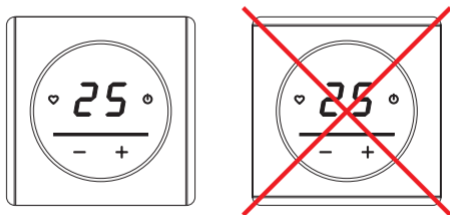

Рис. 7
- ! Дизайнерские электроустановочные рамки Florence имеют вертикальные декоративные риски (см. рис. 7).